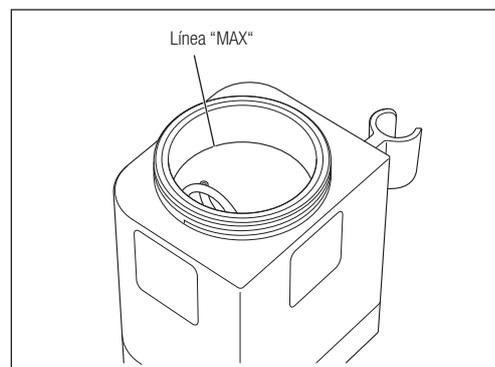

Fig. 24
1) Seleccione el depósito y el polvo que va a utilizar con este modo. Rellene el depósito con polvo hasta la línea "MAX" (aproximadamente 80 g de FLASH pearl o 50 g de polvo Perio Mate) (Fig. 24).